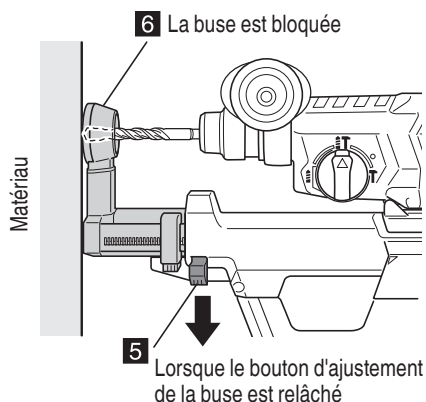

Fig. 13
- (4) Relâcher le bouton d'ajustement de la buse pour verrouiller la position de la buse. (Fig. 13)